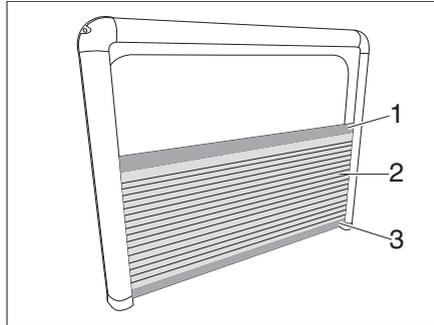

Fig. 81 Tenda a rullo, pieghettata
**Chiusura:** ■ Sollevare l'oscurante a rullo (Fig. 81,2) afferrando il listello superiore (Fig. 81,1) e spingere il listello inferiore (Fig. 81,3) verso il basso.
**Apertura:** ■ Spingere il listello superiore (Fig. 81,1) verso il basso. La finestra aperta è protetta dalla zanzariera.
**Apertura senza zanzariera:** ■ Spingere il listello inferiore (Fig. 81,3) verso l'alto. La finestra aperta non è protetta non dalla zanzariera.